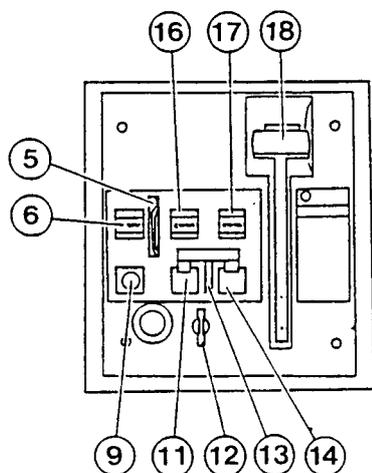

図14. 手動操作部名称
- 2) 投入スプリングの蓄勢が完了すると、「カチッ」と機械音がして、チャージングハンドルはポンピング操作ができなくなります。最大操作範囲 約105° でチャージングハンドルをポンピング操作した場合、4回程度で、投入スプリングの蓄勢は完了します。スプリングチャージインジケータ(図14⑬)には「CHARGED」が表示されます。
1-2. 閉路操作 (SHEET NO.18 図14参照)
- 2) 引出操作解除レバー(図14⑤)が上側へ倒れていること。
- 3) 引出ハンドル挿入口(図14⑨)のシャッタが完全に閉じられていること。
- 4) OPENパッドロックレバー(図14⑫)が引きだされていないこと。
上記の事項が満足していることを確認した後、手動操作ボタンカバー(図14⑬)を上方へ開けてから投入用押釦(図14⑭)を押して下さい。遮断器は閉路します。
OPEN-CLOSEDインジケータ(図14⑰)には、「CLOSED」が表示されます。スプリングチャージインジケータ(図14⑯)には「DISCHARGED」が表示されます。
1-3. 開路操作 (SHEET NO.18 図14参照)
手動操作ボタンカバー(図14⑬)を上方へ開けてから開路用押釦(図14⑭)を押して下さい。遮断器は開路します。OPEN-CLOSEDインジケータ(図14⑰)には「OPEN」が表示されます。
2-1. 閉路操作 (SHEET NO.18 図14参照)
- 2) 引出操作解除レバー(図14⑤)が上側へ倒されていること。
- 3) 引出ハンドル挿入口(図14⑨)のシャッターが完全に閉じられていること。